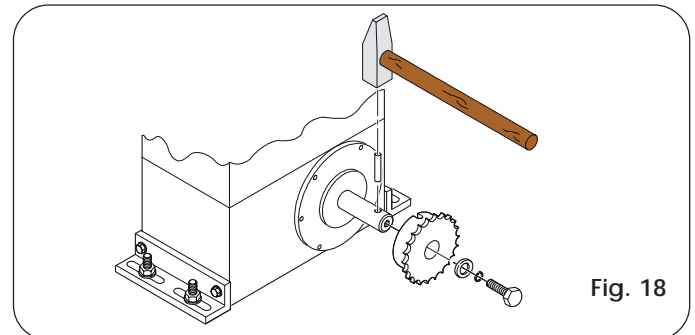

Fig. 18
- Inserire la spina elastica nell'albero utilizzando un martello (Fig. 18).
- Applicare il pignone a catena sull'albero facendo coincidere le sedi del pignone sulla spina elastica e serrare la vite con le apposite rondelle (Fig. 18).